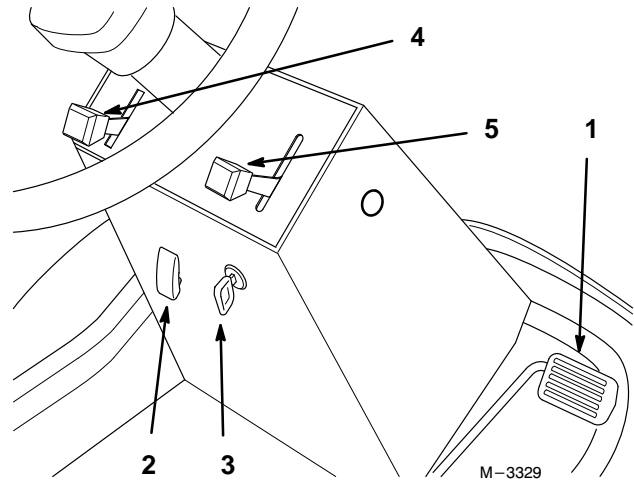

Figure 8
1. Cesser d'appuyer sur la pédale de traction, pour arrêter le déplacement de la machine (Fig. 8).
2. Pour embrayer la prise de force, soulever le capot de protection du commutateur de PdF et enfoncer le commutateur en position de marche ("ON") (Fig. 8).
1. Il suffit de refermer le capot de protection du commutateur de PdF pour mettre le commutateur de PdF en position d'arrêt ("OFF") (Fig. 8).
1. Pour avancer en marche avant, poser le pied sur la pédale de traction (Fig. 8).
3. Enfoncer progressivement le haut de la pédale de traction pour obtenir le déplacement vers l'avant (Fig. 8).
1. Pour reculer en marche arrière, poser le pied sur la pédale de traction (Fig. 8).
3. Enfoncer progressivement le bas de la pédale de traction pour obtenir le déplacement vers l'arrière (Fig. 8).